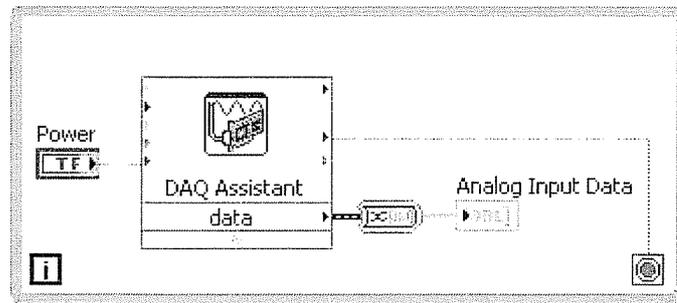

Figura 8-9. Diagrama de bloques del VI Triggered Analog Input
En los siguientes pasos, creará el diagrama de bloques de la figura 8-9.
11. Confirme que el diagrama de bloques está cableado como en la figura 8-9.